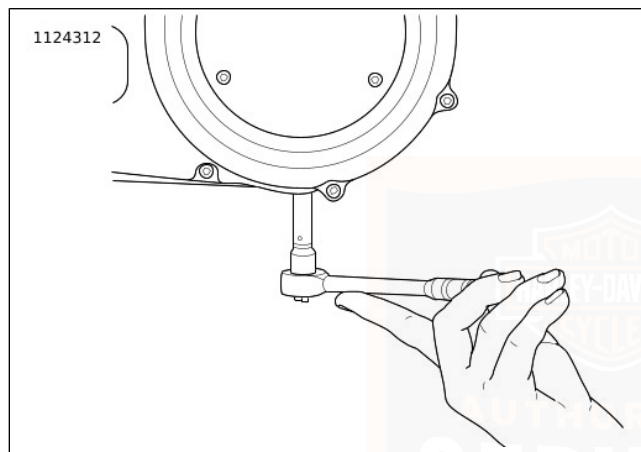

Abbildung 97. Ausbau/Einbau der Kettengehäuse-Ablassschraube
3. Siehe Abbildung 97. Das Primärkettengehäuse entleeren.